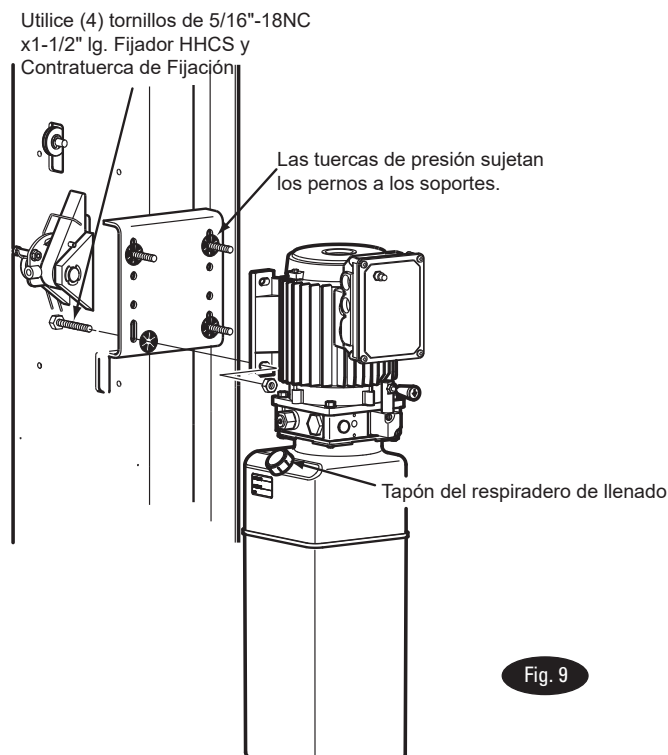

Fig. 9
9. Unidad de alimentación: Coloque los (4) 5/16"-18NC x 1-1/2" la contratuerca de fijación HHCS a través de los orificios en el soporte de la unidad de energía utilizando Tuercas de Presión para mantenerlo en su lugar, Fig. 9. Monte la unidad con el motor hacia arriba del soporte de la columna e instale (2) rondanas de estrella y contratuercas de fijación de 5/16". Instale y apriete manualmente la rama de T a la bomba hasta que la junta tórica esté asentada. Siga apretando la contratuerca a 14-20 Nm (10-15 ft-lbs), o hasta que la tuerca y la arandela toquen fondo contra el colector de la bomba. **NOTA:** Podría todavía ser capaz de girar la bifurcación T. Esto es aceptable a menos que haya filtraciones en la junta tórica. De ser así, apriete suavemente la tuerca de fijación.